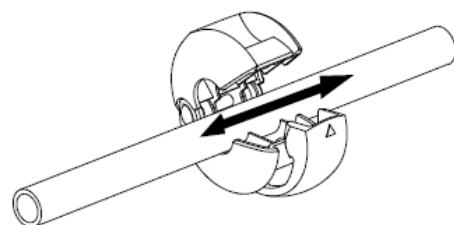

Fig. 5b
- Regolare liberamente la posizione della sfera di arresto lungo il tubo. (vedi Fig. 5b)